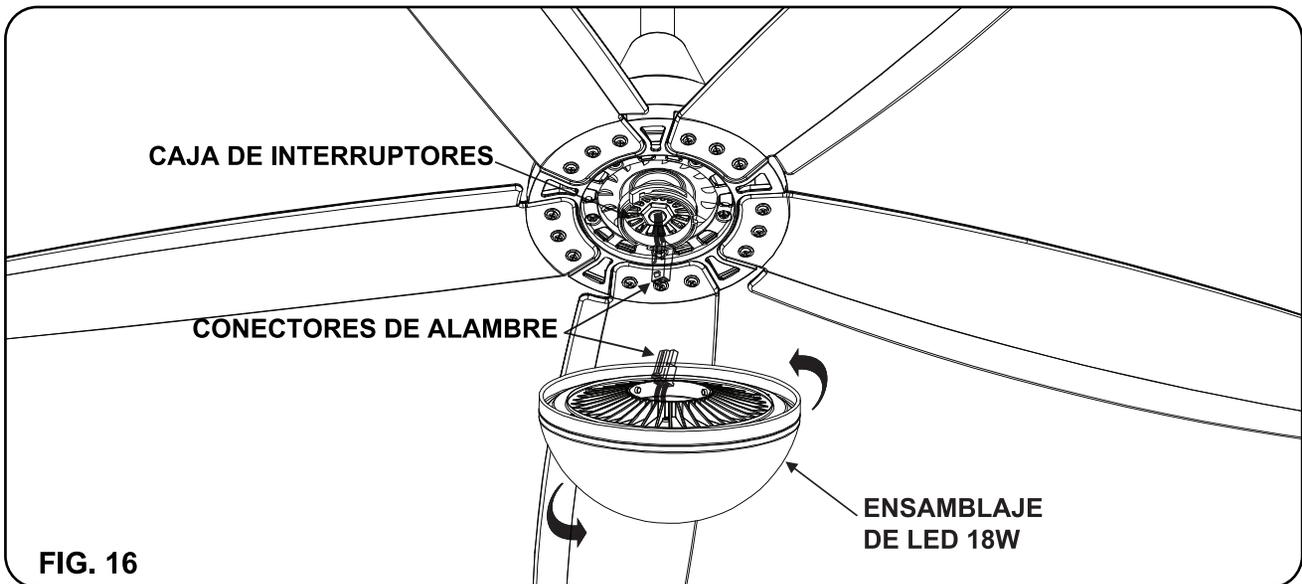

FIG. 16
Paso 1. Una vez sostenido el ensamblaje de LED de 18 W debajo de su ventilador, enchufe firmemente el cable. (Fig.16)
Paso 2. Adjuntar el ensamblaje de LED de 18 W a la caja del interruptor girándolo firmemente. (Fig.16)